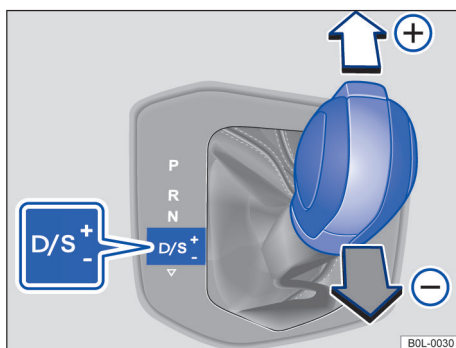

图 86 变速杆处于 Tiptronic 位置
- 向前  或向后  轻推变速杆即可上下切换速挡 → 图 86。